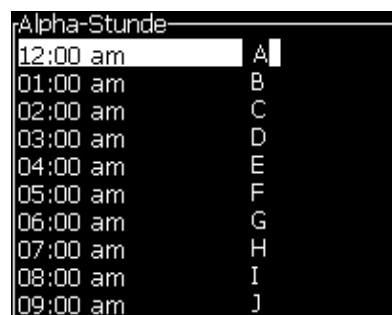

Abbildung 5-45: Einrichtung Codierte Stunde
- 3 Wählen Sie *Setup Encoded Hour (Einrichtung Codierte Stunde)* und drücken Sie *Enter* zum Öffnen des Dialogfensters *Alpha Hour (Alpha-Stunde)* (siehe Abbildung 5-45).